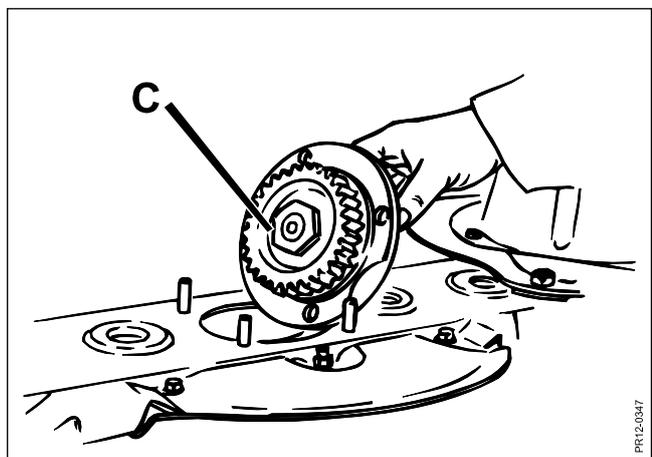

Fig. 6-10
- Fig. 6-10 Sur la barre de coupe utilisée, chaque moyeu **C** au dessous des disques se remplace facilement par le dessus (Barre de coupe Top Service).